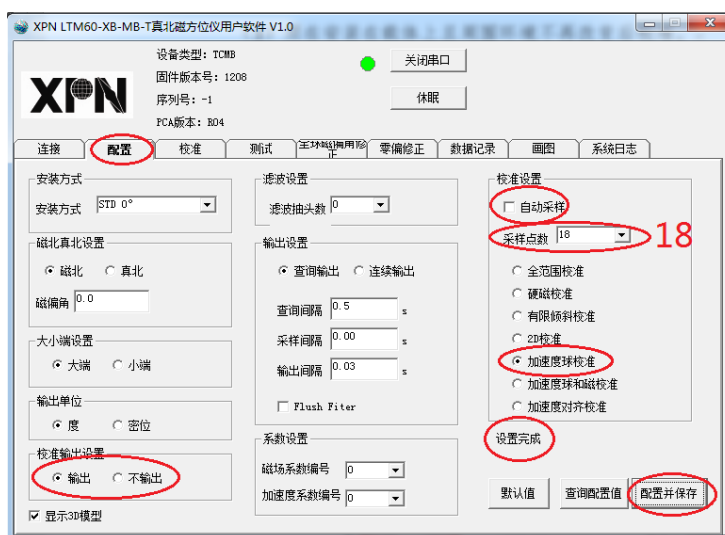

图 5-1-1
- (1) 在“配置”页面按照图 5-1-1 所示配置，点击“配置并保存”按钮保存。保存成功后界面显示：设置完成。